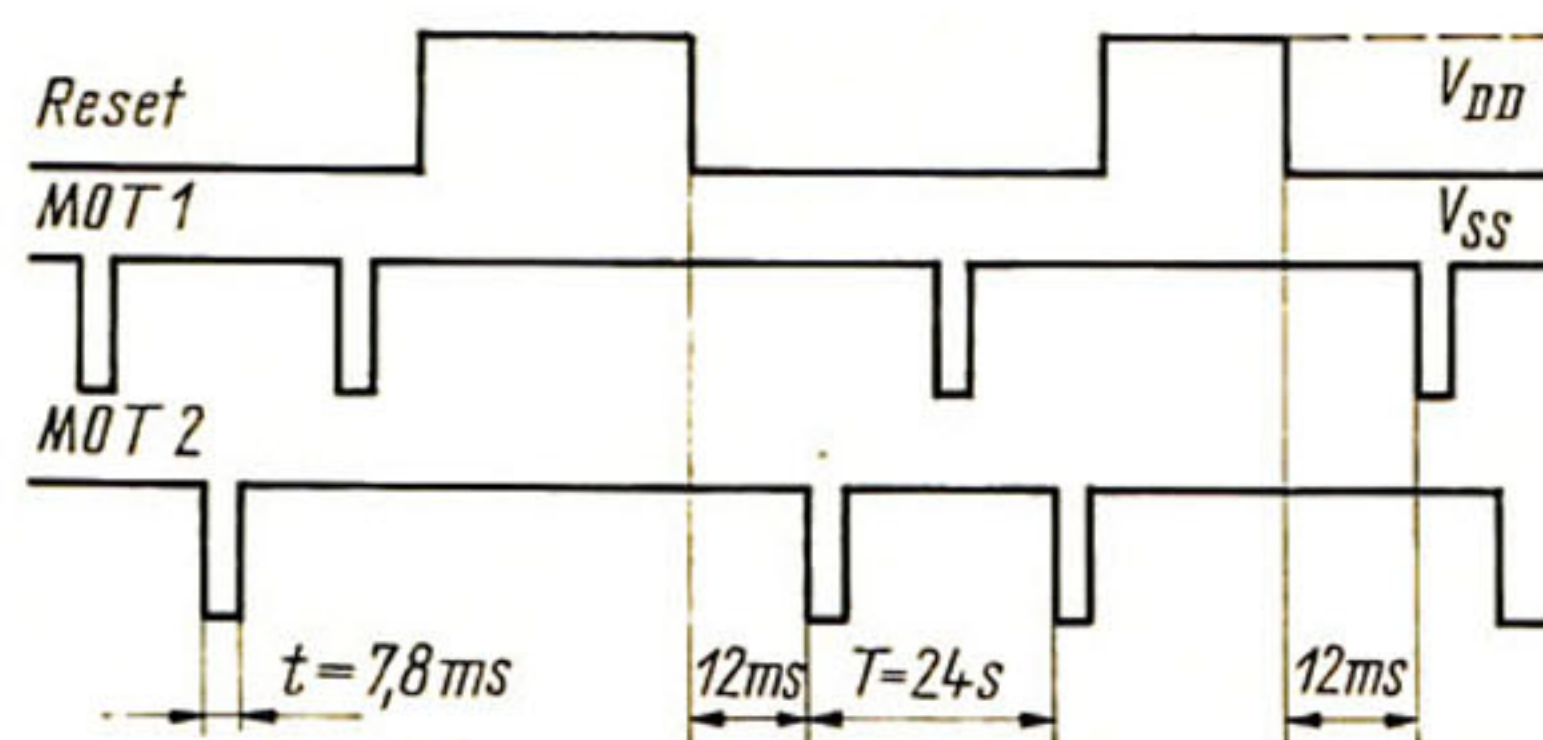

Bild 8
Zur Verdeutlichung der Vorgänge dient auch die Darstellung im Bild 8, das den Signalverlauf an den Schaltkreis-Ausgängen 1, 3 und 8 verdeutlicht.
1) Die Teile 37 und 38 sind im Bild 8 nicht gezeigt.